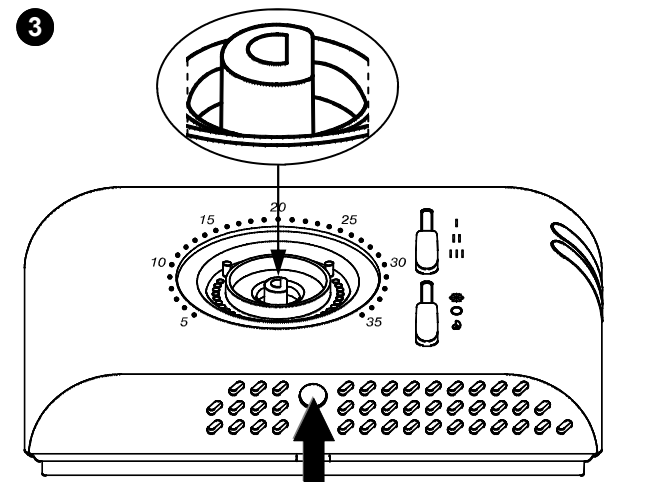

Fig. 4 - Abb. 4
- À l'aide d'un tournevis, pousser la languette plastique située dans la fente en bas jusqu'à soulever légèrement la calotte (Fig. 4).
- Drücken Sie mit einem Schraubendreher die runde Kunststoffflasche nach hinten (Abb. 4) und lösen den Gehäusedeckel.